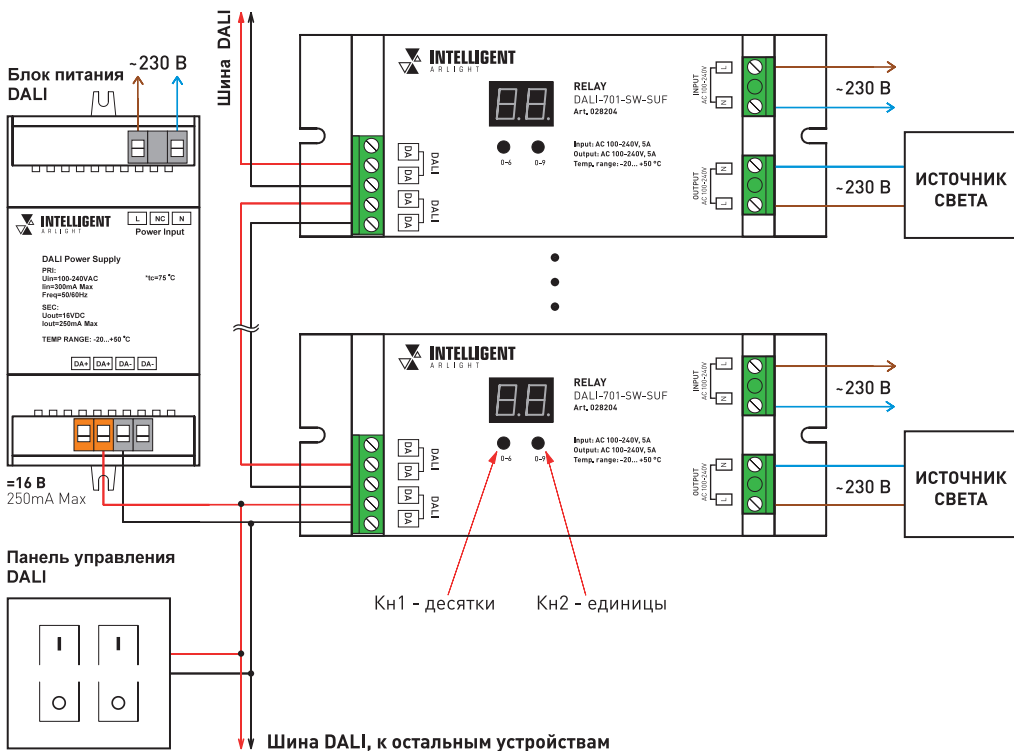

Рисунок 1. Схема подключения.
- 3.3. Подключите источник света к выходу OUTPUT релейного модуля, соблюдая порядок подключения проводов (Рис. 1).